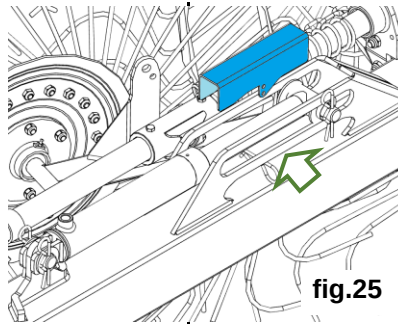

fig.25
- c. (fig.25) solo parte posteriore sinistra del ranghinatore: rimuovere il dispositivo di blocco corsa dallo stelo del cilindro che solleva e abbassa le stelle. Il dispositivo è bloccato con una coppiglia a R. **Nota:** conservare il dispositivo nella cabina del trattore oppure applicandolo su una tubazione idraulica;
- c. (fig.25) only left rear zone of the rake: remove the stroke lock device from the cylinder rod that raises and lowers the wheels. The device is locked with an R cotter pin. **Note:** store the device in the tractor cab or by placing it on a hydraulic piping;